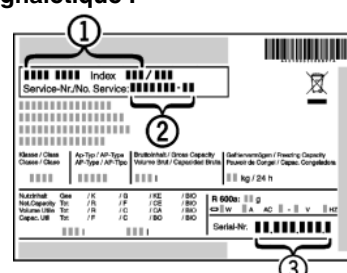

Fig. 31
- ▶ Consulter la désignation de l'appareil Fig. 31 (1), le N° de service Fig. 31 (2) et le N° de série Fig. 31 (3) sur la plaque signalétique. La plaque signalétique se trouve à l'intérieur de l'appareil, sur le côté gauche.